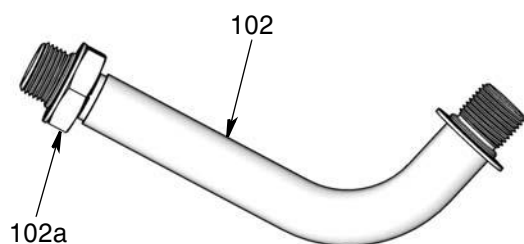

Рис. 4
4. Установка удлинительной трубки (102) на расходомере:
- а. Ослабляйте затяжку гайки удлинительной трубки (102a) (Рис. 4) до тех пор, пока она не будет полностью свинчена с резьбовой части удлинительной трубки.